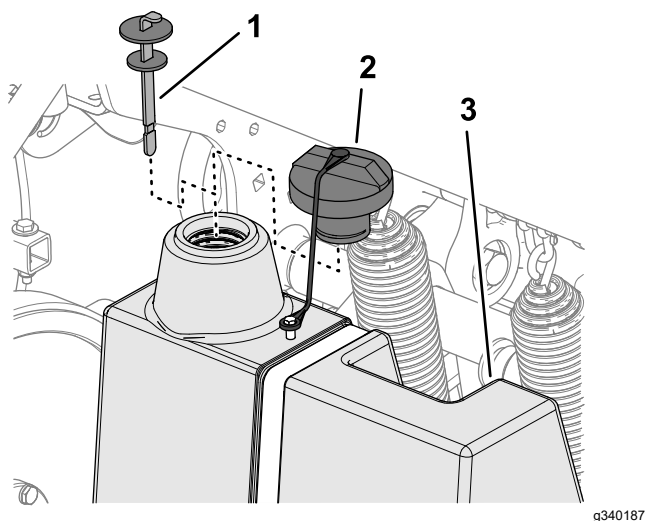

Figure 168
3. Nettoyez la surface autour du goulot et du bouchon de remplissage du réservoir hydraulique (Figure 168). Enlevez le bouchon du goulot de remplissage